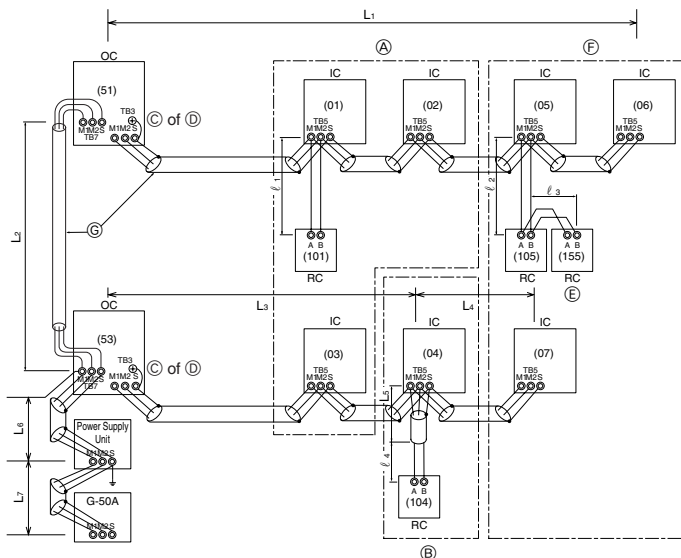

Fig. 6-2
■ M-NET-afstandbediening (Fig. 6-2)